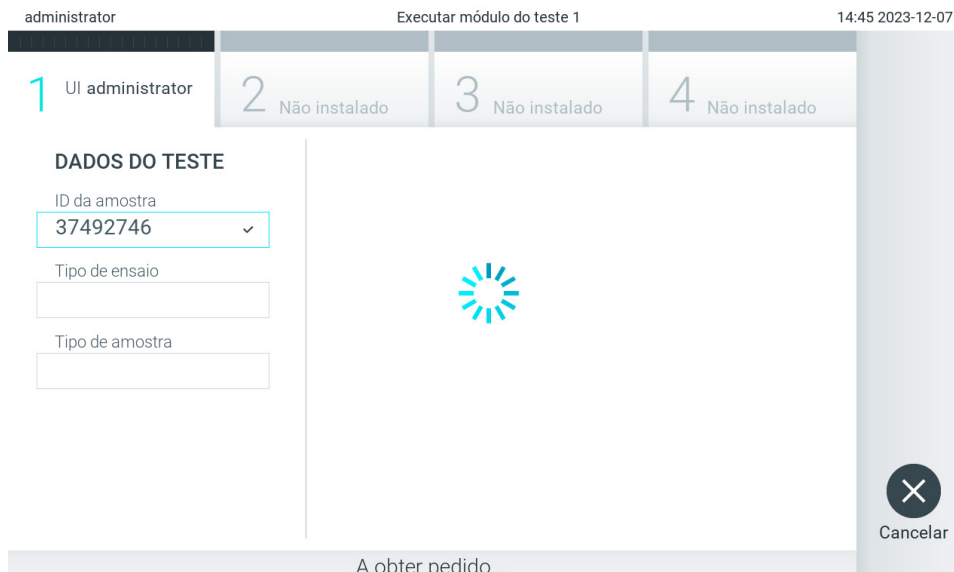

Figura 86. Apresentação durante a obtenção de um pedido de teste.
3. A ID da amostra é enviada para o anfitrião e, enquanto o QIAstat-Dx Analyzer 2.0 aguarda por um pedido de teste, é apresentada a mensagem "Getting order..." (A obter pedido...) (Figura 86).